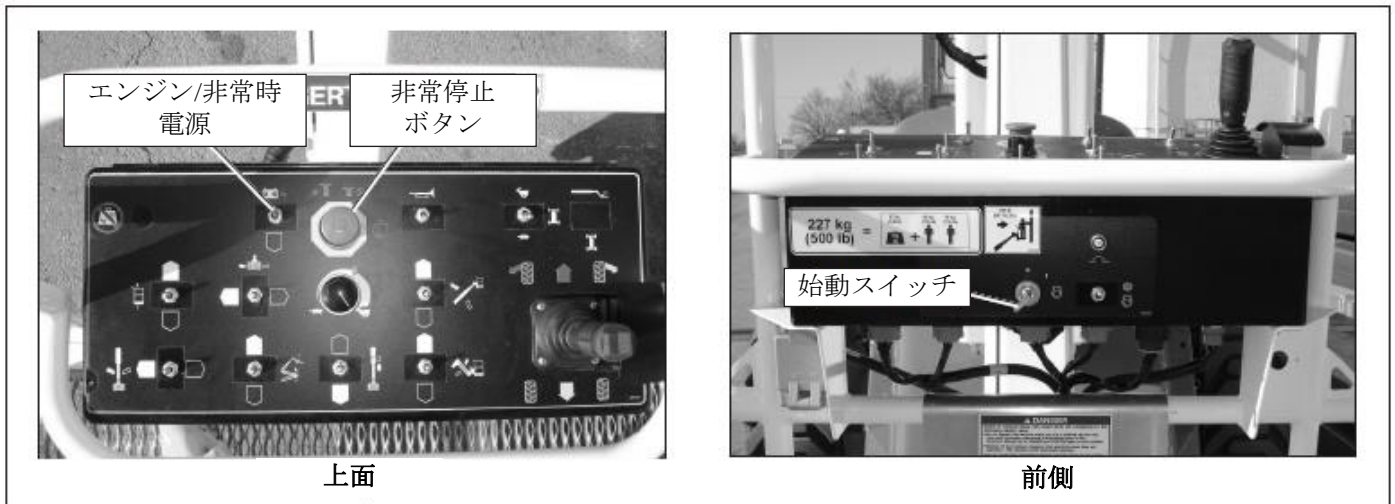

図 10.3 - 上部操作盤
1. 非常停止ボタンを引き出します（図 10.3 を参照）。